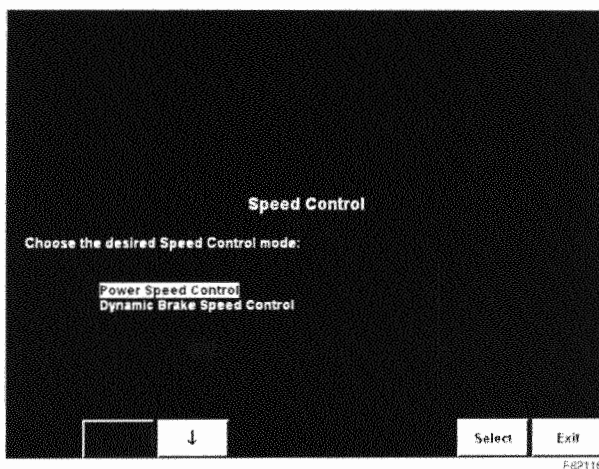

Figura 3-42. Pantalla Speed Control (Control de velocidad)
3. Oprima la tecla Speed Control (Control de velocidad) y aparece el menú Speed Control (Control de velocidad). Consulte Figura 3-42.